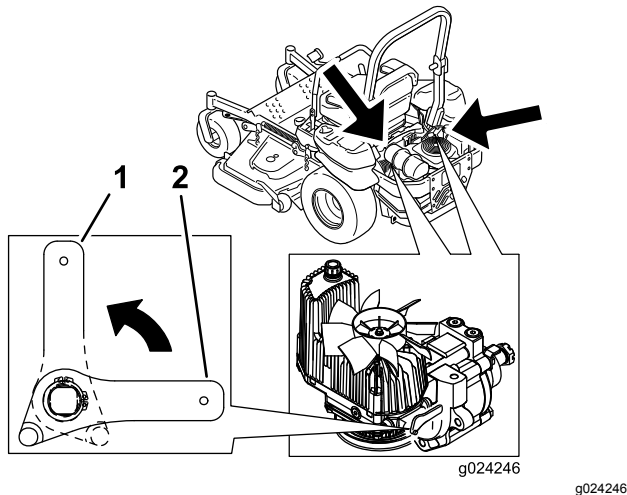

Figura 32
2. Gire las palancas de las válvulas de desvío a la posición vertical para empujar la máquina (Figura 32).
4. Gire las palancas de las válvulas de desvío a la posición horizontal para conducir la máquina (Figura 32).